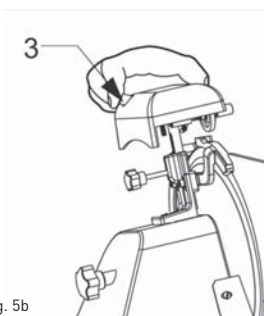

Fig. 5b
- Accendere l'affettatrice commutando l'interruttore nella posizione „I” (ON);
- Premere il pulsante (pos.3, Fig.5b), permettere che la lama si strofina contro l'affilatrice per circa 30/40 secondi fino a quando sul bordo della lama viene creato un ricciolo;
- Si consiglia di pulire l'affilatrice dopo l'affilatura (vedere p.6.2.3); Fig. 5b